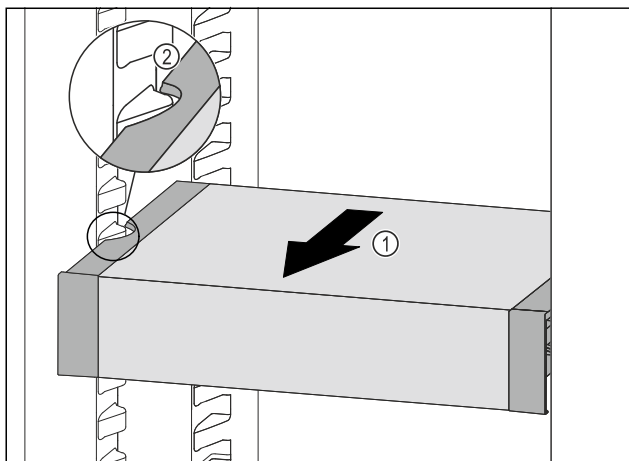

Fig. 137
- Tirer le VarioSafe vers l'avant Fig. 137 (1) jusqu'à ce que les encoches latérales du VarioSafe se trouvent au niveau de la nervure du bac dans la partie réfrigérateur. Fig. 137 (2)